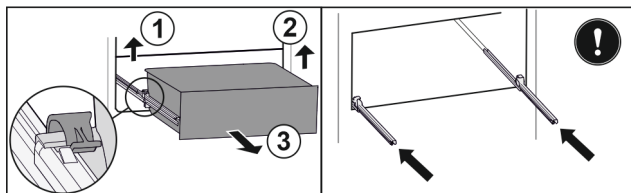

Fig. 87
- ▶ Linke Klemme anheben und gleichzeitig Schubfach links nach vorne ziehen. Fig. 87 (1)
- ▶ Rechte Klemme anheben und gleichzeitig Schubfach rechts nach vorne ziehen. Fig. 87 (2)
- ▶ Schubfach nach vorne entnehmen. Fig. 87 (3)